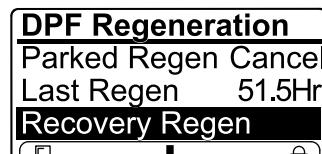

Figura 43
- Se il computer del motore non ha richiesto una rigenerazione di recupero e voi scorrete il menu verso il basso fino all'opzione RECOVERY REGEN, la rigenerazione di recupero viene bloccata e l'icona di blocco (Figura 43) compare nell'angolo in basso a destra dell'InfoCenter.